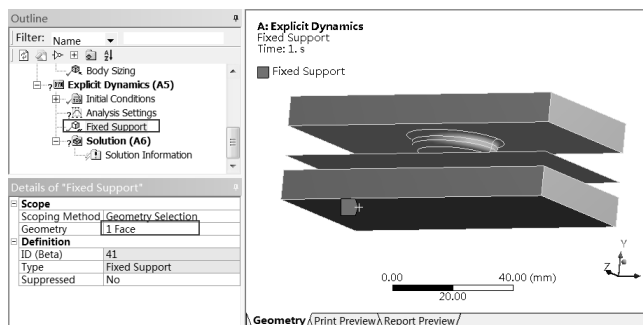

图 11-55 施加固定约束
Step3：单击工具栏中的 （选择面）按钮，选择下面实体的下表面，如图 11-55 所示，确保 Details of “Fixed Support”面板的 Geometry 栏中出现 1 Face，表明下端面被选中，即可在选中的端面上施加固定约束。